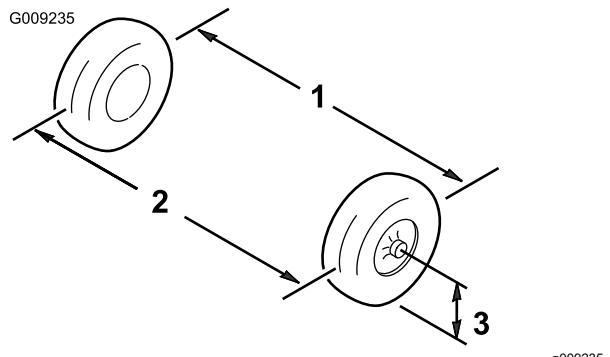

Figura 54
1. Meça a distância entre os pneus dianteiros à altura do eixo na zona dianteira e traseira dos pneus dianteiros (Figura 54).